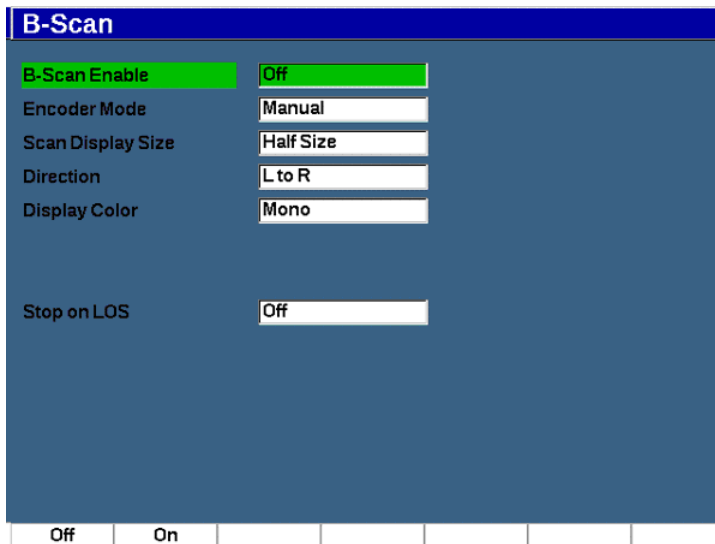

Figura 11-45 Pagina di configurazione B-scan
3. Nella pagina di configurazione **B-scan** definire il valore di ogni campo (vedere Figura 11-45 a pagina 326).